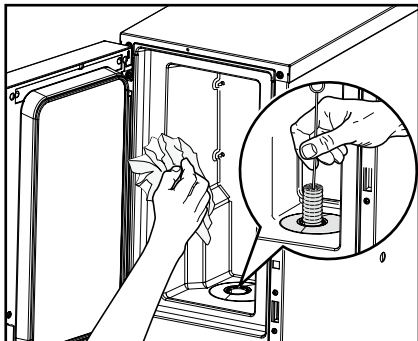

Fig. 25
4. Limpe o interior do compartimento de frio com um pano limpo e seco e a abertura de dosagem com uma escova. (Fig. 25)